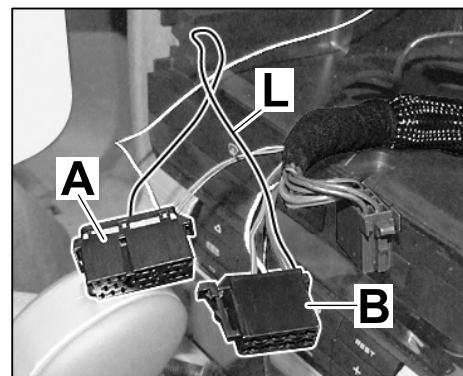
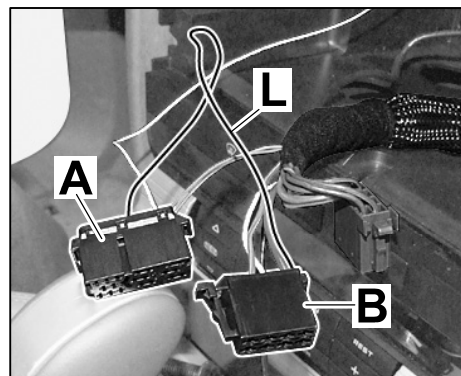

Bild 24
Bild 26
7.1 Sekundärverriegelung von 20-poligen schwarzen Stecker (PCM2.1) ⇒ *Bild 24 -A-* öffnen.
7.2 Elektrische Leitung BN; 0,35² vom Nachrüstsatz ⇒ *Bild 24 -L-* am 20-poligen schwarzen Steckergehäuse (PCM2.1) Kammer C14 anschließen.
7.2.1 Buchsenkontakt (N 103 357 01) an die elektrische Leitung BN; 0,35² vom Nachrüstsatz ⇒ *Bild 24 -L-* crimpen.
- 7.3 Anderes Ende der Leitung BN; 0,35² vom Nachrüstsatz $\Rightarrow$ Bild 24 -L- am 8-poligen schwarzen Stecker (PCM2.1) $\Rightarrow$ Bild 26 -B- Kammer A8 anschließen.
- 7.3.3 Anderes Ende der Leitung BN; 0,35² vom Nachrüstsatz $\Rightarrow$ Bild 24 -L- und Leitung BN; 2,5² (fahrzeugseitig) mit neuem Buchsenkontakt (N 903 353 04) zusammencrimpen.